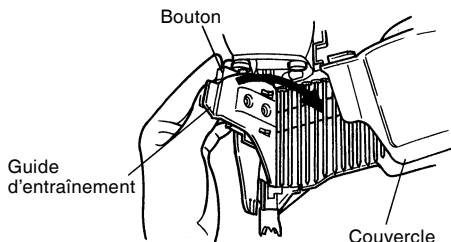

Fig. 6
- (3) Fermez le guide d'entraînement.
- Après avoir vérifié que le couvercle du magasin est fermé, passez votre doigt dans le guide d'entraînement des clous et le bouton et, tout en appuyant sur le bouton, faites tourner le guide d'entraînement vers la droite pour le refermer complètement. (Fig. 6)